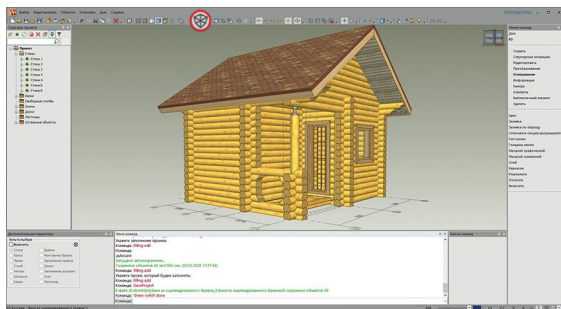

рис. 103
1. Включим на текущем виде перспективную камеру. Для этого на панели **Общие команды сцены** (см. рис. 14, стр. 9) нажмите кнопку . На экране появится изображение дома в перспективе (рис. 103).